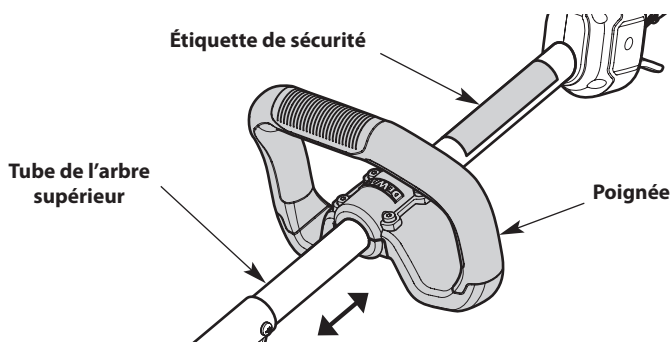

Fig. 9
5. Maintenez l'unité en position d'utilisation (Fig. 17). Déplacez le manche vers le haut ou le bas sur le tube supérieur pour trouver une position confortable (Fig. 9). S'assurer que la poignée est placée au-delà de l'extrémité de l'étiquette de sécurité (Fig. 9).
2. Maintenez l'unité en position d'utilisation (Fig. 17). Déplacez le manche vers le haut ou le bas sur le tube supérieur pour trouver une position confortable (Fig. 9). S'assurer que la poignée est placée au-delà de l'extrémité de l'étiquette de sécurité (Fig. 9).